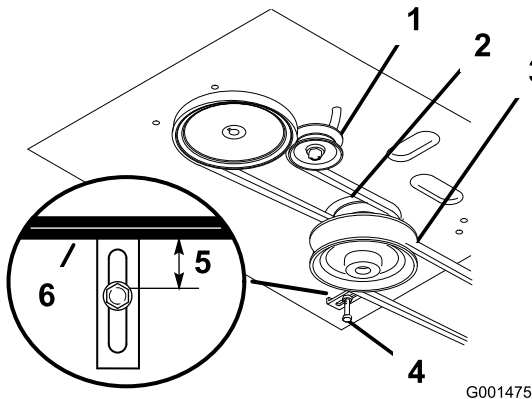

Figure 33
4. Enlevez la courroie du tablier de coupe (Figure 33).
5. Desserrez le boulon de pivot jusqu'à ce que la poulie de tension puisse coulisser dans la fente et déposez la courroie de transmission du moteur et des poulies d'entraînement (Figure 33).
6. Montez la courroie d'entraînement neuve sur les poulies de moteur et d'entraînement (Figure 33).
7. Insérez la poulie de tension dans le bâti du moteur pour tendre la courroie de transmission (Figure 33).
8. Installez la courroie du tablier de coupe (Figure 33).
9. Vérifiez que le guide de courroie sous le bâti du moteur est réglé correctement (Figure 33).
13. Vérifiez que le guide de courroie sous le bâti du moteur est réglé correctement (Figure 33).